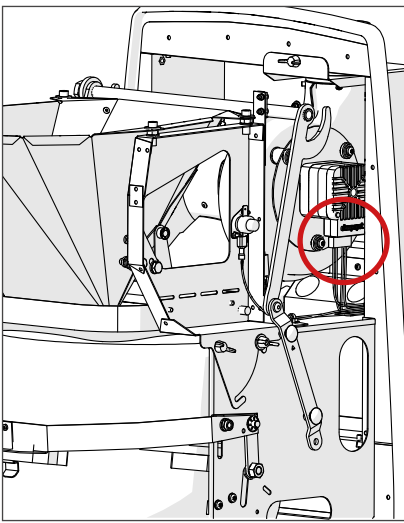

Bild 14
2. Koppla ur kontakten på undersidan av fläkten. (Bild 14).